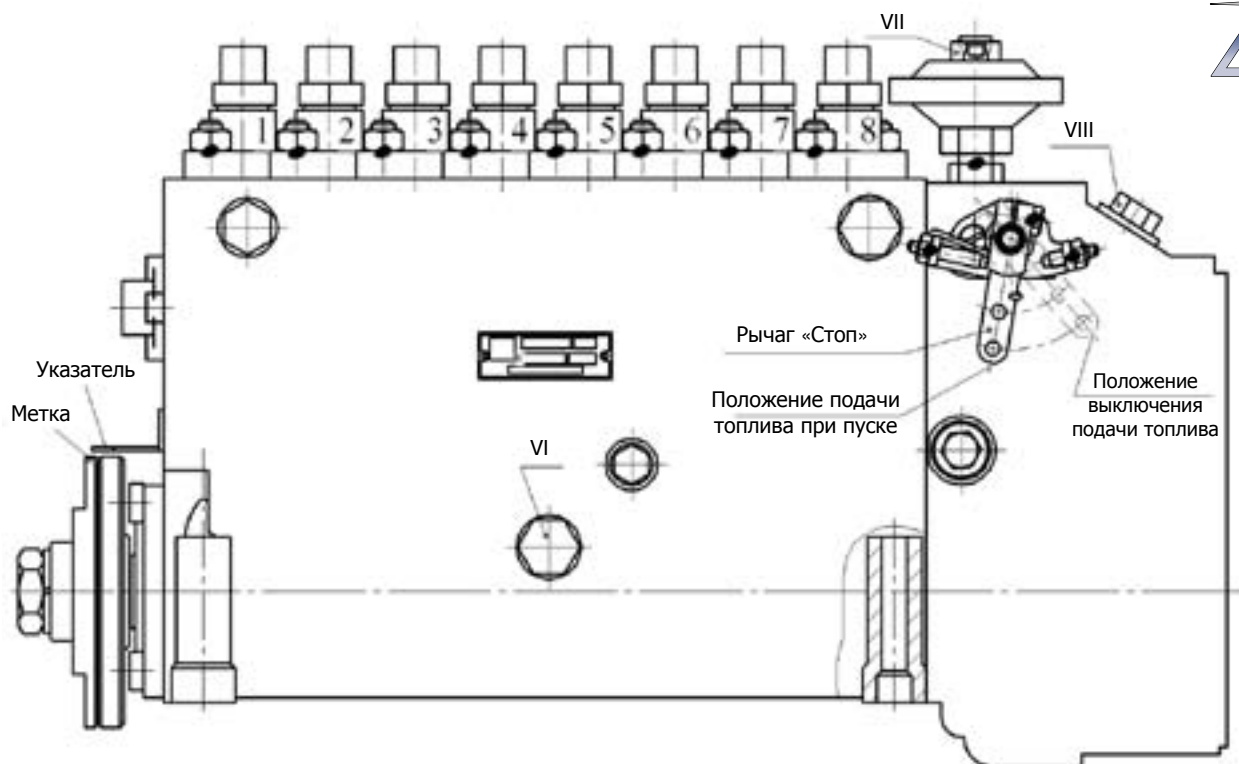

Рис. 8
3.2. Предварительно повернуть кулачковый вал топливного насоса так, чтобы метка на ведомой полумуфте совпала с указателем (см. рис. 8) (направление вращения правое).
4.2. Проверить, чтобы метка на ведомой полумуфте совпала с указателем (рис. 8) и соединить двумя болтами полумуфту с приводом топливного насоса;
6.6. Проверить возможность останова двигателя рычагом «СТОП» (рис. 8).